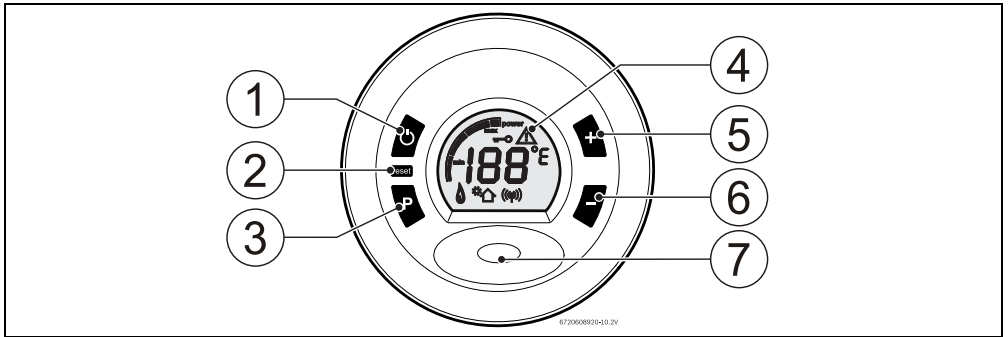

Fig. 4
Colocar el interruptor principal (Fig. 4 , pos. 1) en la posición de funcionamiento (capítulo 4.3), de este modo el aparato estará listo para ser colocado en marcha.
Este aparato dispone de un sistema de códigos de averías. Estos códigos de avería se observan a través de la pantalla del LCD (Fig.4, pos. 4).